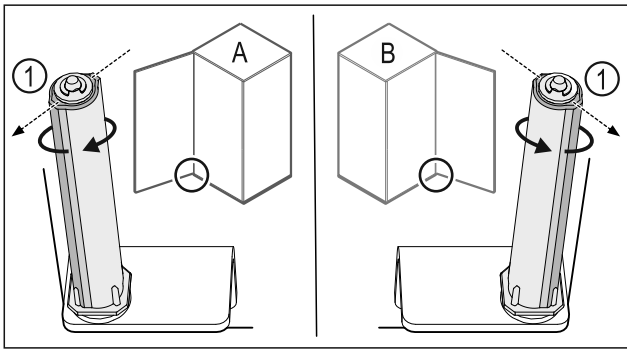

Fig. 31 Linksanschlag (A) / Rechtsanschlag (B)
- Schließsystem gegen den Widerstand drehen, bis der Steg des Schließsystems Fig. 31 (1) nach außen zeigt.